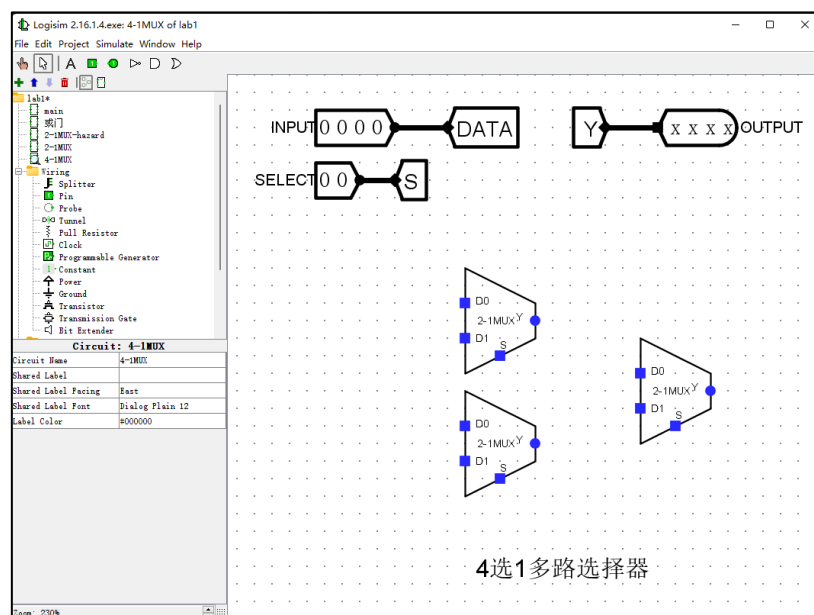

图 1.32 修正后的主电路图
10) 隧道和集线器部件实验。在 4-1MUX 子电路工作区中放置 4 位输入引脚 INPUT，2 位的输入引脚 SELECT 和 1 位输出引脚 OUTPUT，并放置 3 个隧道，数据位宽分别为 4、2 和 1，分别标识为 DATA、S 和 Y；并把 INPUT 输入引脚和隧道 DATA 端口相连，SELECT 输入引脚和隧道 S 相连，输出引脚 OUTPUT 和隧道 Y 相连。删除原电路图中的输入引脚和输出引脚及其与多路选择器之间连线，如图 1.32 所示。